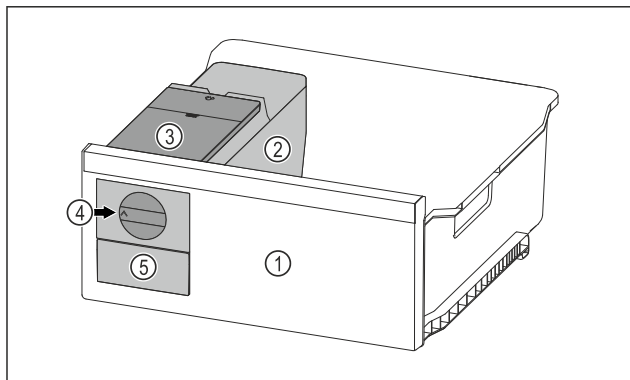

Fig. 70 Vejledende illustration
- Drej drejeknappen Fig. 70 (4) med uret indtil anslaget.
- Isterninger falder ud af isterningebakken og ned i isterningeskuffen Fig. 70 (5).